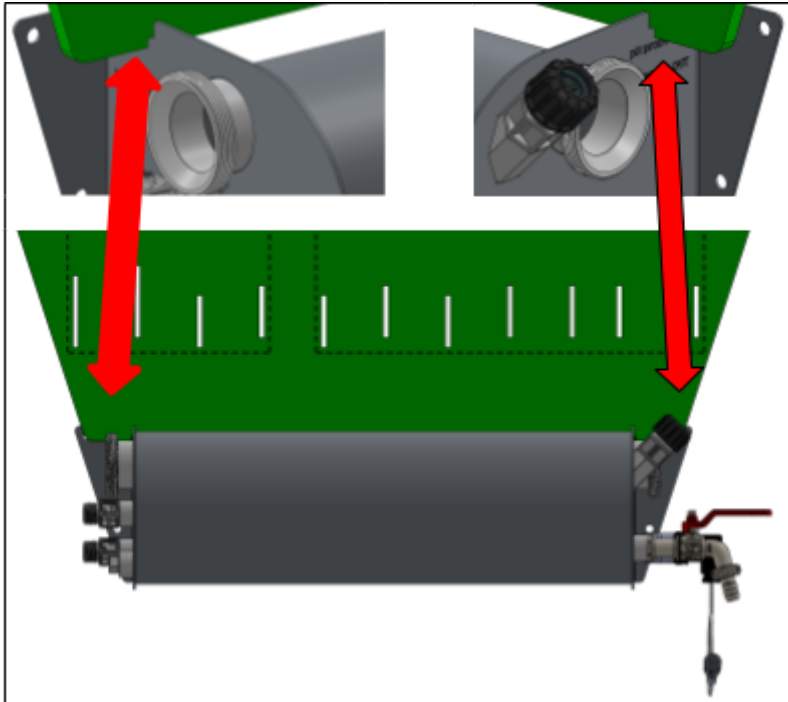

Abbildung 23.
- Senken Sie die Rückwand in die Schlitzte des Mischbehälters ab. (Siehe Abbildung 23)